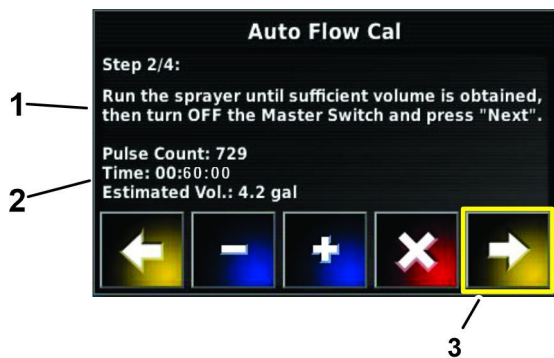

図 171
5. 自動流量キャリブレーションウィザードのステップ 2/4 で、制御コンソール上の時間カウンタが60秒になったら 図 171、マシンのマスターブームスイッチをオフにする。
7. 自動流量キャリブレーションウィザードのステップ 2/4 で、ネクストボタンを押す 図 171。